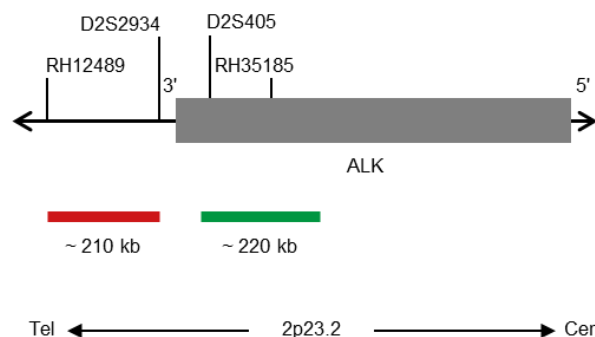

Abb. 1: SPEC ALK Sondenlokalisierung (nicht maßstabsgetreu)
- Digoxigenin-markierten Polynukleotiden ($\sim 0,5 \text{ ng}/\mu\text{l}$), die gegen Sequenzen in 2p23.2* (chr2:29,460,144-29,681,581) gerichtet sind, welche proximal zur ALK-Bruchpunktregion lokalisiert sind (siehe Abb. 1).
- Dinitrophenyl-markierten Polynukleotiden ($\sim 0,75 \text{ ng}/\mu\text{l}$), die gegen Sequenzen in 2p23.2* (chr2:29,174,204-29,383,335) gerichtet sind, welche distal zur ALK-Bruchpunktregion lokalisiert sind (siehe Abb. 1).